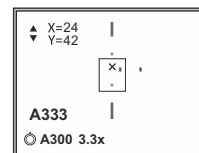

Рис.5
- Вращением энкодера передвигайте опорный крест относительно метки до тех пор, пока опорный крест не совместится с точкой попадания (см. рис. 5).
- Индикация используемой дистанции отображается на дисплее в строке статуса (например, \odot A300 : профиль оружия **A**; дистанция пристрелки 300м) (рис.5)